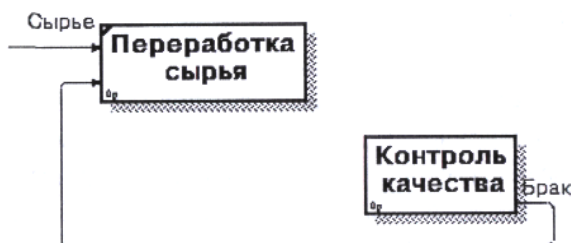

Рис. 36. Обратная связь по входу
**Обратная связь по входу (output–input feedback),** когда выход нижестоящей работы направляется на вход вышестоящей. Такая связь, как правило, используется для описания циклов. На рис. 36 стрелка **"Брак"** связывает работы **"Переработка сырья"** и **"Контроль качества"**, при этом выявленный на контроле брак направляется на вторичную переработку.